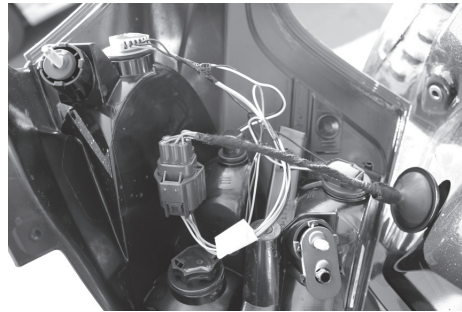

Fig. 3
4. Locate the vehicle's factory wiring harness connectors (Fig. 3). Separate the connectors, inspect for dirt and debris and clean if necessary.
4. Localice los conectores del arnés de cableado de fábrica del vehículo (Fig. 3). Separe los conectores, verifique que la suciedad y los escombros y limpiar si es necesario.
**4.** Localiser les connecteurs usine de harnais de câblage du véhicule (Fig. 3). Séparer les connecteurs, inspecter pour la saleté et les débris et nettoyer si nécessaire.